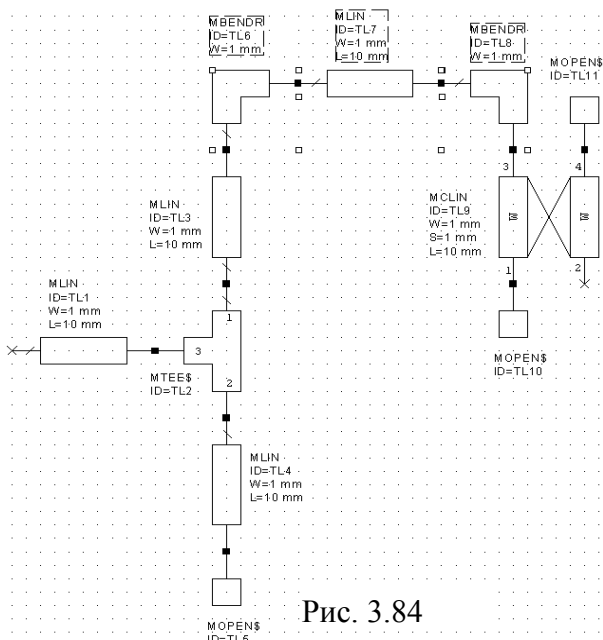

Рис. 3.84
10. Щёлкните по подгруппе **Coupled Lines**, перетащите элемент **MCLIN** в окно схемы, щёлкните правой кнопкой мышки и подключите его к последнему элементу **MBENDR (ID=TL8)**. Скопируйте элемент **MOPENS** и подключите его к плечам 1 и 4 элемента **MCLIN** (рис. 3.84).
11. Нажмите клавишу **Shift** и, щёлкая мышкой по элементам, выделите элементы **MBENDR (ID=TL6)**, **MLIN (ID=TL7)** и **MBENDR (ID=TL8)** (рис. 3.84). Скопируйте эти элементы, щёлкните два раза правой кнопкой мышки и подключите их к плечу 2 элемента **MCLIN**.